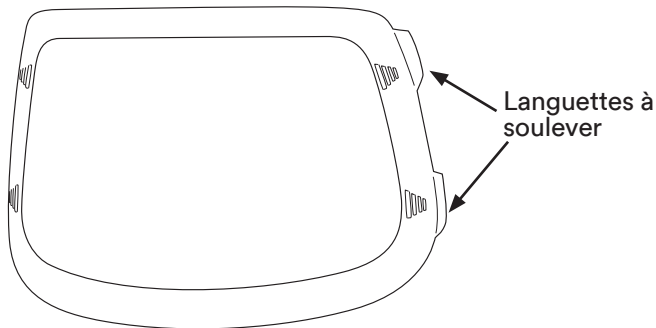

Fig. 12a
- Soulever les languettes de chaque côté du cadre pour le retirer du masque de soudeur interne (Fig. 12a).